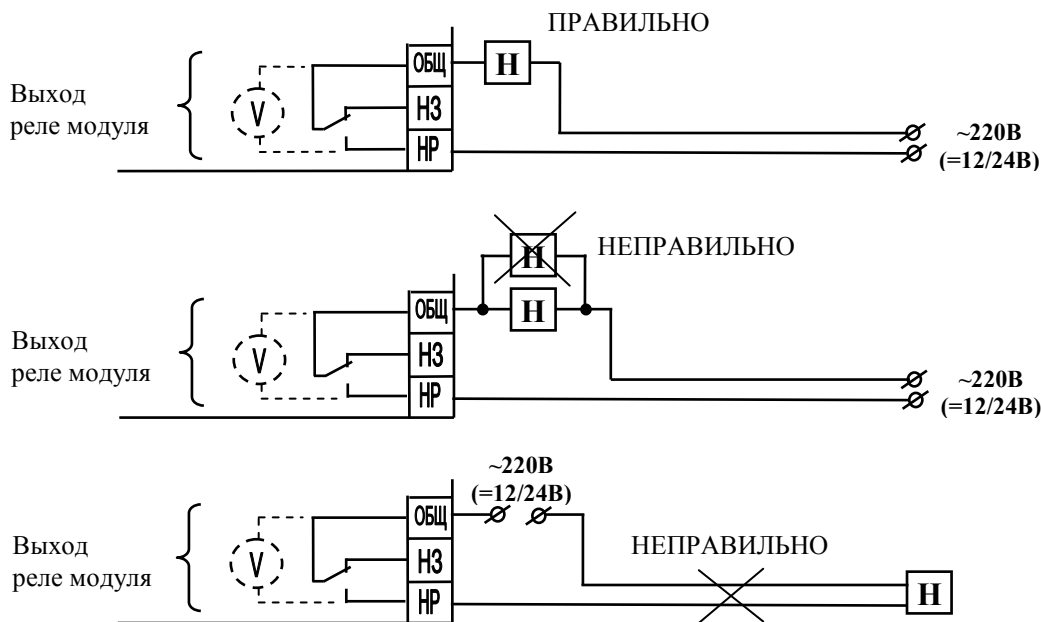

Рис.4. Особенности схемы подключения нагрузки к МАКС-У4.
2.1.3. На рис. 4 показаны наиболее часто встречающиеся ошибки подключения нагрузки к контактам модуля. На рисунке представлен также принцип контроля цепи управления, который условно может быть представлен как вольтметр, измеряющий напряжение между клеммами ОБЩ и НР.
Как демонстрирует рис.4, модуль обеспечивает контроль исправности цепи только одной подключенной нагрузки – обрыв цепи второй нагрузки обнаружен не будет.
При этом для эффективного контроля исправности нагрузки и цепи управления рекомендуется устанавливать модуль вблизи нагрузки (см. рис.2-3). При работе с удаленной нагрузкой, как показано на рис.4, короткое замыкание в проводах, питающих нагрузку, обнаружено не будет.